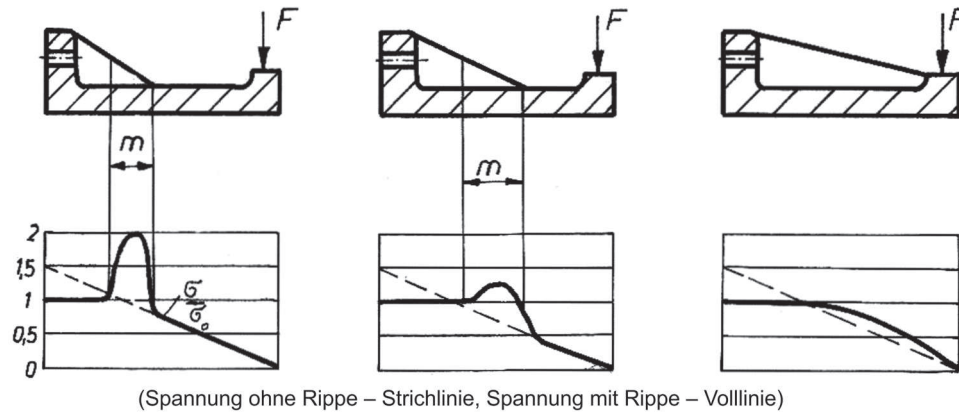

Bild 3.65 Spannungsüberhöhung am Rippenauslauf
- 2.3: Bevorzugung durchlaufender Rippen gegenüber dreieckförmigen Rippen (*Bild 3.65*)